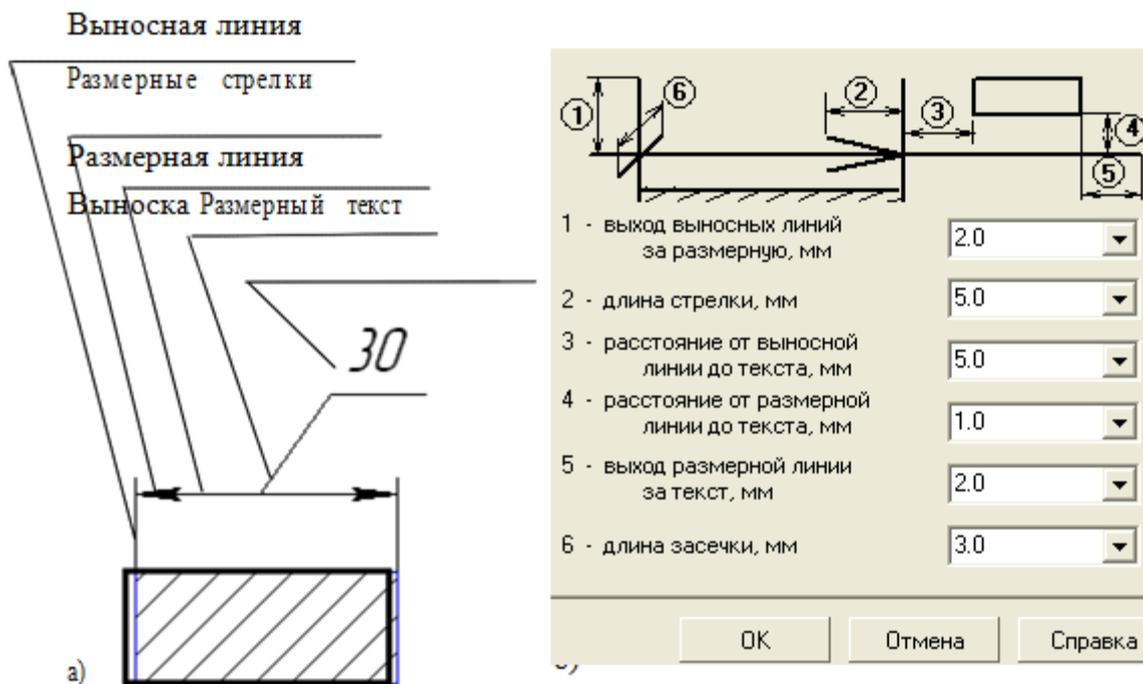

Рис. 2.5. Параметры отрисовки размеров.
- **размерная линия** – линия со стрелками, выполненная параллельно соответствующему измерению (рис. 2.5 а);
- **выноски** – используются, если размерный текст размещается на полке (рис. 2.5а).
В правой части появится панель **Параметры отрисовки размеров**, показанная на рис. 2.5б.